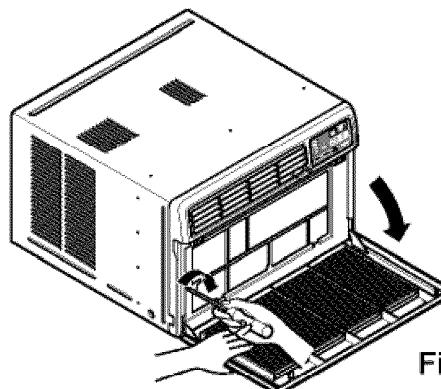

Fig. 11
- 14** Tire hacia abajo la parrilla de entrada y asegúrela con un tornillo Tipo A ⑤ a través de la parrilla frontal. (ver Fig. 11)